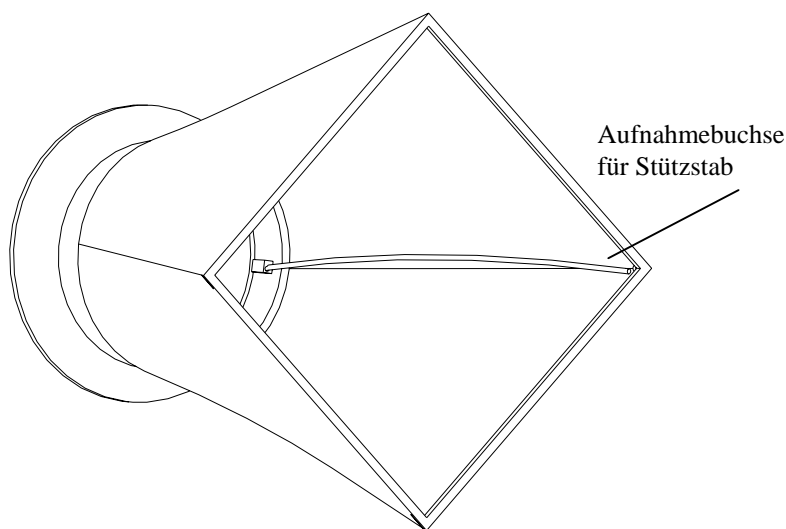

Abbildung 6: Montage des Stützstabs
- 3 Erfassen Sie den Stützstab. Biegen Sie den Stab leicht so, dass das obere Ende des Stabs wie in Abbildung 6 dargestellt in das Aufnahmestück in der Ecke des Geweberahmens passt.